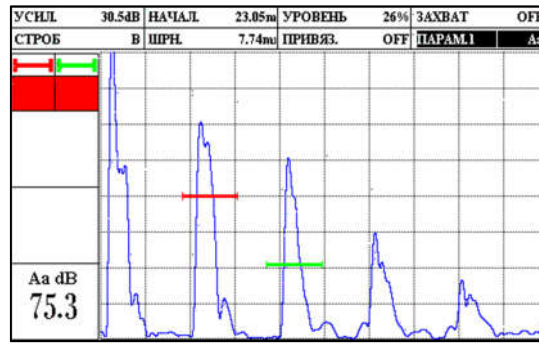

Рисунок 2.42 – Вывод значения амплитуды в зоне А
5. В группе настроек «ЗОНЫ» - «ПАРАМ. 1» включить отображение значения амплитуды сигнала в зоне А – Аа (рис. 2.42).